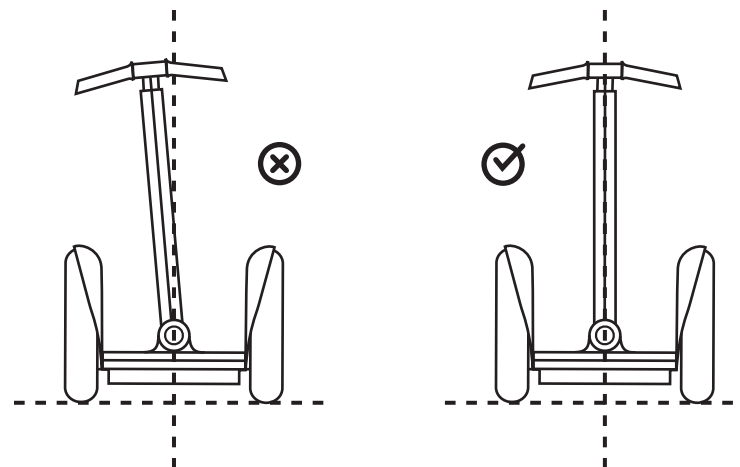

图 4. 将倾斜操纵架居中
4. 在拧紧免工具释放杆之前，目视检查手把，确保其端正居中。如果不端正居中，请调节倾斜操纵架，将其调正居中。请参见图 4。